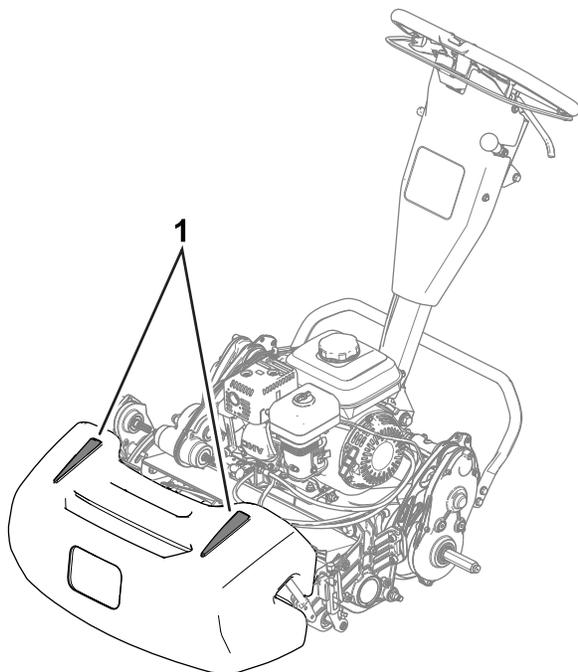

图 24
- 为帮助剪草机保持在果岭上的直线操作，且和上一道剪草边缘的距离保持均衡，应使用集草斗上的对准条（图 24）。